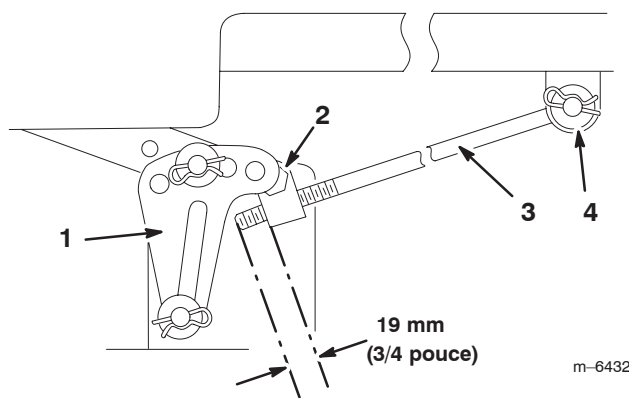

Figure 40
5. Mesurez la longueur de tige qui dépasse du bloc de réglage sur les côtés du châssis (Fig. 40).
6. Si la longueur n'est **pas** égale à 19 mm (3/4 pouce), retirez la goupille fendue et la rondelle de l'extrémité de la tige de réglage (Fig. 40), puis vissez ou dévissez la tige jusqu'à obtention de la longueur requise (19 mm ou 3/4 pouce).